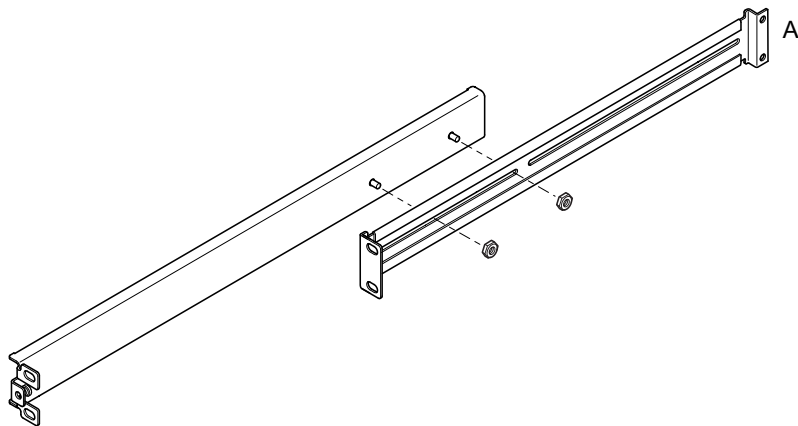

图 5-2 为 Sun StorEdge 72 英寸高机架定位滑板底座
1. 定位滑板的两个部分，使得其双角吊耳 (A) 位于所要装入机架的正确位置上。
- 对于 Sun 72 英寸高 (19 英寸宽) 机架，双角吊耳 (A) 必须定位到后部 (请参见图 5-2)。